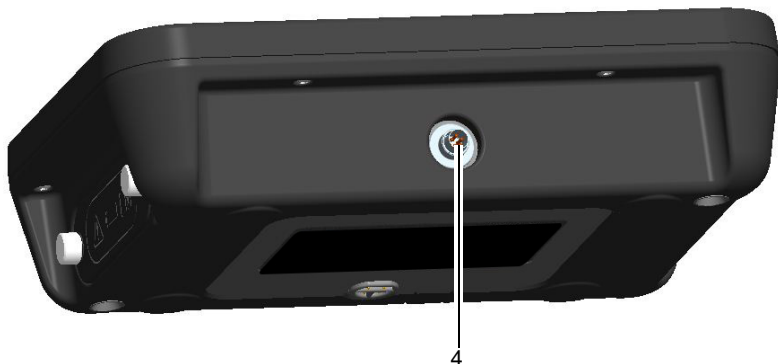

Рисунок 3: Соединитель разъемного кабеля ADTS Touch
- Подключив ADTS Touch через разъем (4) (см. Рисунок 3) к ADTS с помощью кабеля.